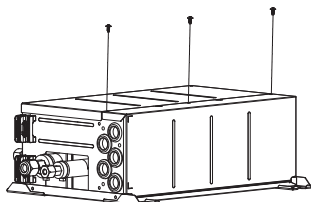

Fig. 4-5
4.1. Направление трубопровода может быть изменено. (Fig. 4-4). [Рабочая процедура] (Fig. 4-5)
① Снять винты в каждой части.